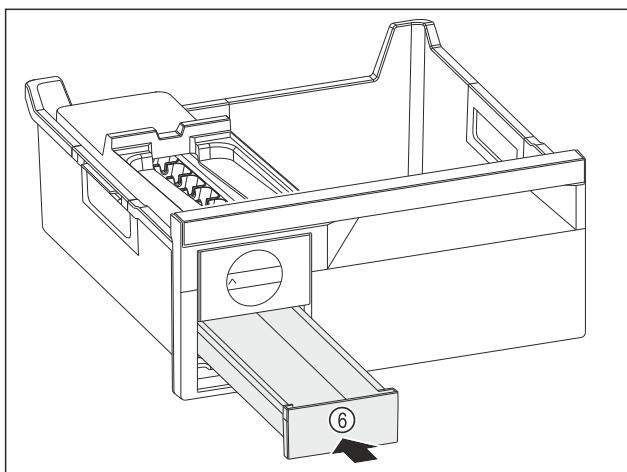

Fig. 188
- Вкарайте чекмеджето за ледени кубчета Fig. 188 (6).